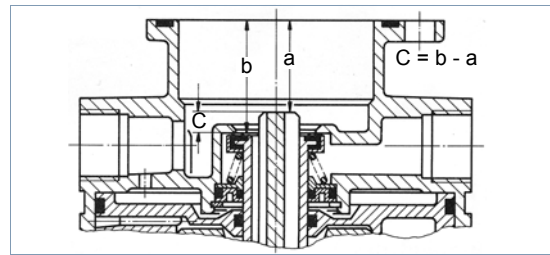

Abb. 3 Maß C
- Mit der Tiefenlehre die Maße a und b messen (siehe Abb. 3), Maß C = b - a.